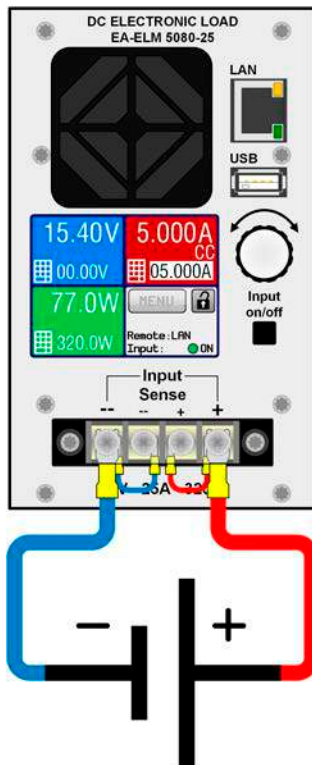
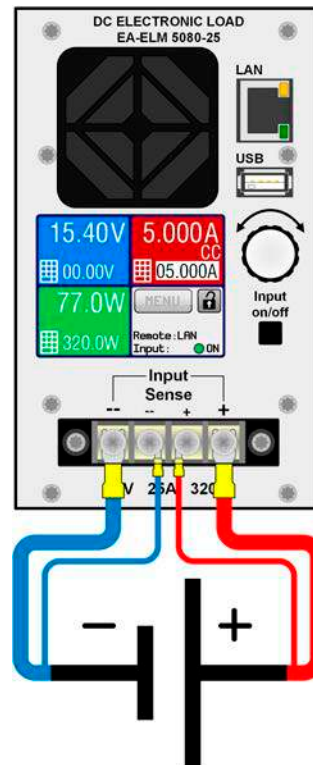

Bild 10 - Anschlußbeispiel ohne Fernfühlung (Sense gebrückt)
Bild 11 - Anschlußbeispiel mit Fernfühlung an Quelle
- Die Fernföhlung ist nur im Konstantspannungsbetrieb (CV) wirksam und der Fernföhlungsanschluß sollte möglichst nur solange angeschlossen bleiben, wie CV benutzt wird, weil die Schwingneigung des Systems durch Verbinden der Fernföhlung generell erhöht wird.
- (+) Sense darf nur am (+) der Quelle und (-) Sense nur am (-) der Quelle angeschlossen werden. Ansonsten könnte die elektronische Last beschädigt werden. Siehe auch *Bild 11*.
Für Verdrahtungs-Beispiele zur Fernföhlung siehe *Bild 10* und *Bild 11*.